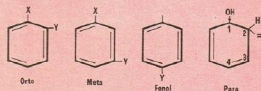

FIGURA 3
Si se realiza una **segunda sustitución**, el nuevo sustituyente (Y) tiene como alternativa ocupar la posición **orto**, **meta** o **para**, respecto al primer sustituyente (X), como se observa en la figura 3. Que esto suceda depende del carácter del primer sustituyente, es decir, este grupo es
el que determina la orientación del segundo sustituyente. Por ejemplo, en el fenol (figura 3), el grupo OH tiende a enviar sus electrones hacia el carbono 1 del núcleo bencénico; entonces, este carbono hace simple el doble enlace que lo une al carbono 2, y, al quedar el último con un exceso de electrones, facilita el acoplamiento en dicho lugar de un nuevo sustituyente; por tanto, el grupo fenólico orienta al segundo sustituyente en posición **orto**. Podría argumentarse análogamente para otros grupos funcionales que determinan la orientación de los segundos sustituyentes en las posiciones **meta** y **para**.